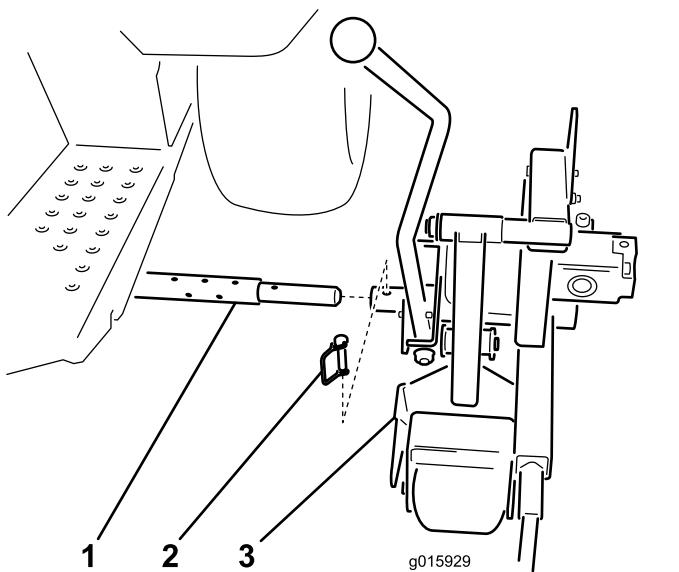

图 5
- 将刀盘头的枢轴管滑到十字管上 图 5。
- 用挂钩销将刀盘头固定到十字管上图 5。